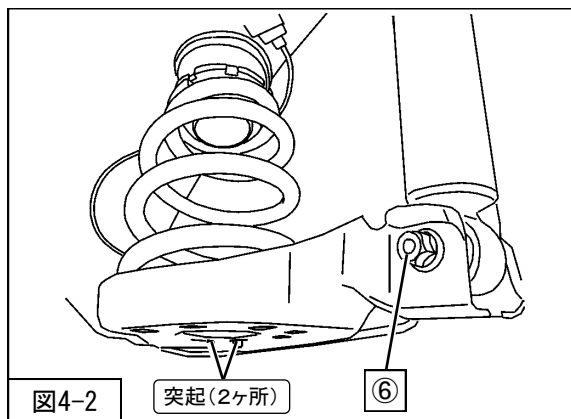

図4-2
2. ロアマウンティングラバー(純正部品)の突起(2ヶ所)がビームの位置決め穴から出ていることを確認して、ラバーシート(同梱品)ライドハイトアジャスターASSY(同梱品)リアスプリング(同梱品)を車両に取付けてください。(図4-2)
3. アクスルビームをジャッキで下から支えながら、リアショックアブソーバASSY(同梱品) ⑥リアショックアブソーバASSYロア取付ボルト(締付トルク: 103N·m)を車両に取付けてください。(図4-2)